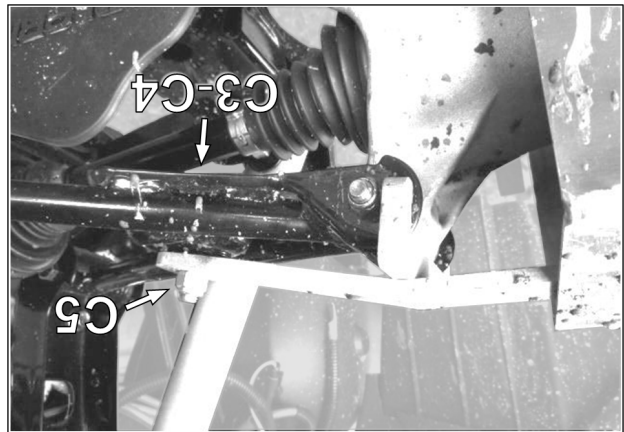

Fig. 16
16. Fixer l'assemblage en place en insérant le boulon 3/8-16x1 1/4 po. (C3) et la rondelle plate (C4) sous le bras de suspension et l'écrou (C5) au-dessus du bras. Serrer adéquatement l'écrou à un couple de 50 N•m [37 lb•pi]. Voir la Fig. 16